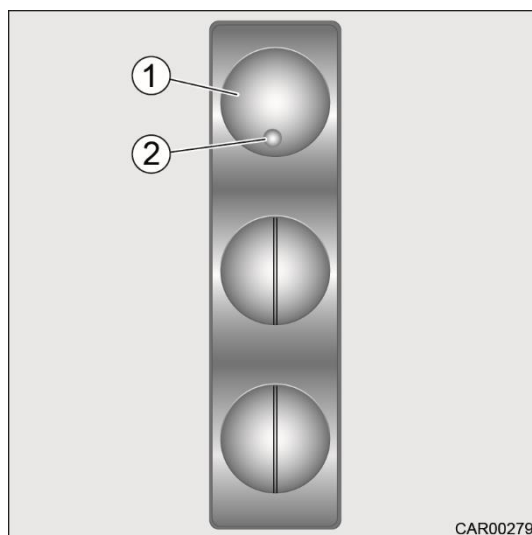
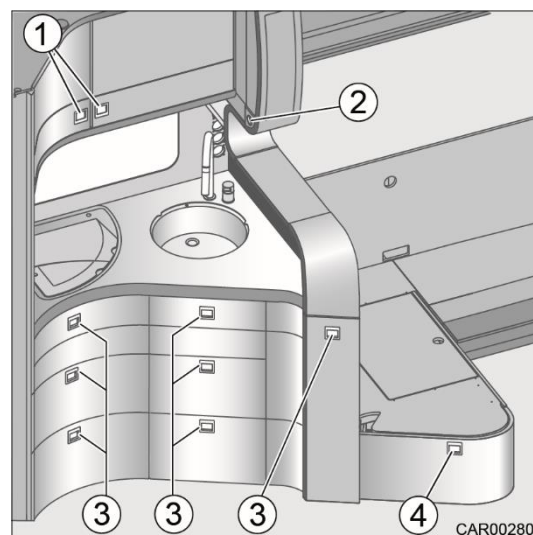

Fig. 105 Commutateur du verrouillage central
Fig. 106 Verrouillage central de la cuisine et du porte-chaussures
Le commutateur (Fig. 105/1) du verrouillage central permet de verrouiller simultanément tous les tiroirs de cuisine (Fig. 106/3), tous les rangements de pavillon (Fig. 106/1), le compartiment bar (Fig. 106/2) et le porte-chaussures (Fig. 106/4). Ceci permet de s'assurer que ces portillons et tiroirs sont sécurisés en roulant.
- Lorsque le verrouillage central est désactivé, une lumière d'avertissement (Fig. 105/1) s'allume sur le commutateur (Fig. 105/2).